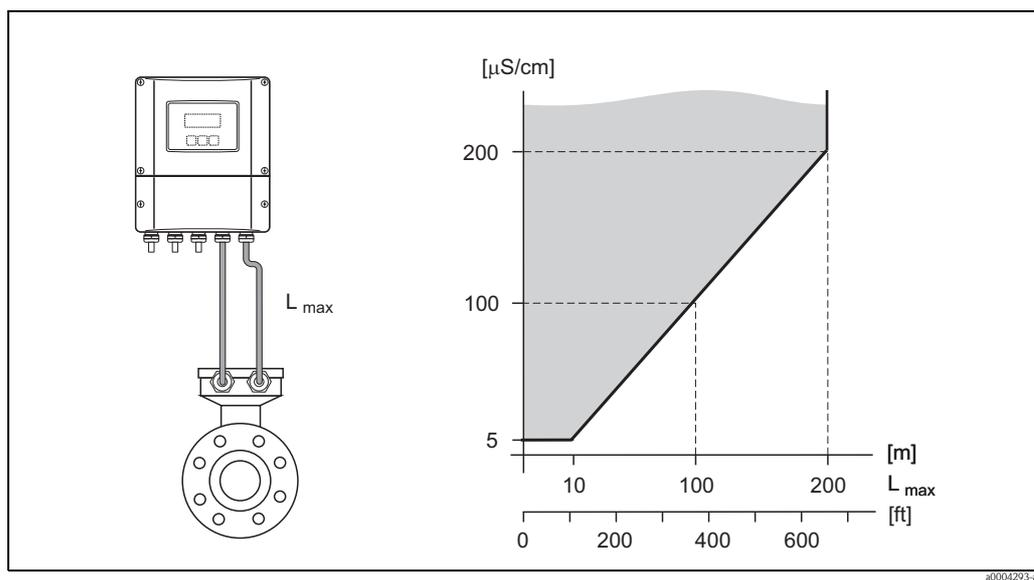

Fig. 17: Lunghezze del cavo consentite per la versione separata
- La lunghezza del cavo  $L_{max}$  consentita dipende dalla conducibilità del fluido (v. Fig. 17). Per la misura dell'acqua demineralizzata è necessaria una conducibilità minima di 20  $\mu\text{S}/\text{cm}$ .